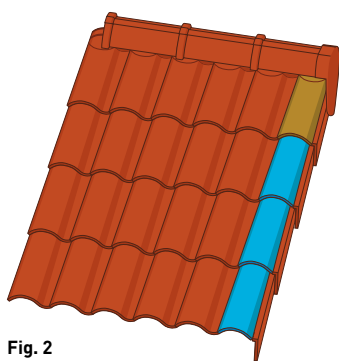

Fig. 2
4. Al llegar a la parte derecha del faldón cerraremos sobre el remate lateral derecho con 1/2 Teja (Q16) (fig.2) o con Doble teja (Q33) (fig.3).
5. Para la finalización del faldón en su encuentro con la cumbrera, se recomienda utilizar la pieza Bajo Cumbrera (Q70) (fig.2) y Doble Bajocumbrera (Q71) (fig.3), consiguiendo así una buena ventilación y una ejecución más rápida.